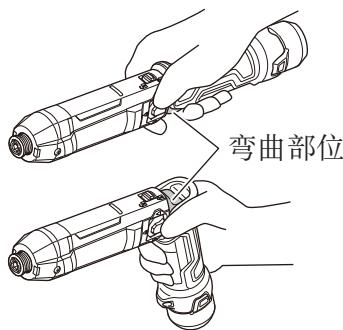

图1
否则可能导致事故或受伤。(图1)
3. 根据不同的工作目的, 请以直排或枪焊配置的方式使用本工具。弯曲工具主体或再次将其拉直时, 请勿接触弯曲部分(图1)。请注意, 弯曲部分可能会夹到手指或手的其他部位, 从而可能会造成伤害(图1)。